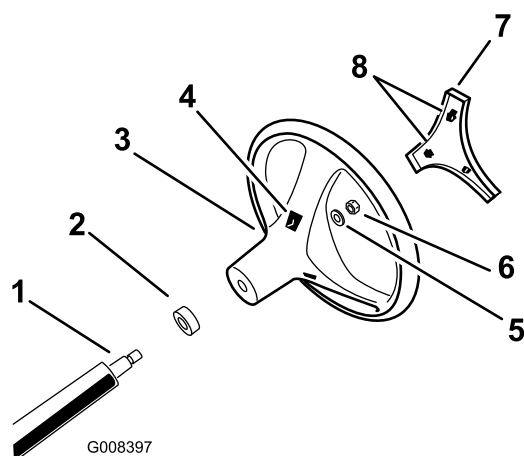

図 3
4. ハンドルをハンドルシャフトにはめ込み、ロックナットで固定する(図3)。ロックナットを、24-29 N・m 2.5-3.0 kg・m=18- 22 ft-lbにトルク締めする。
5. ハンドルのセンターカバーをハンドルのスロットに合わせて押し込み、センターカバーをハンドルハブに固定する(図3)。